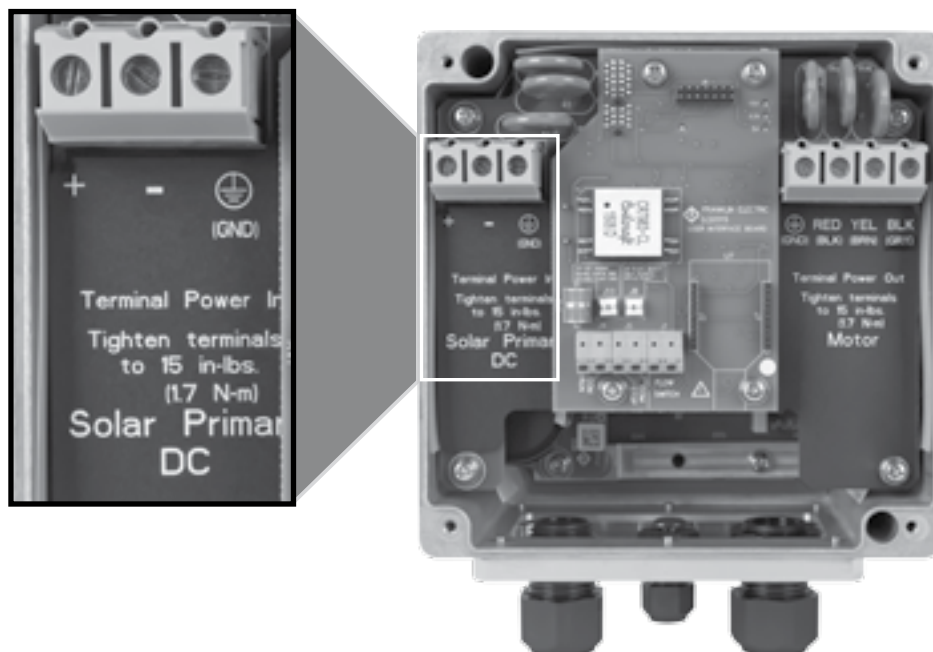

Figura 4: Conexão de fiação CC
3. Conecte os cabos do disjuntor CC externo ao bloco de terminal com o rótulo “Solar Primary DC” (CC primário solar) e marcado com +, - e GND (terra). (Figura 4) (Especificação de torque: 15 lib. pol./1,7 Nm). (Utilize apenas condutores de cobre. M 75 ° C mínimo).